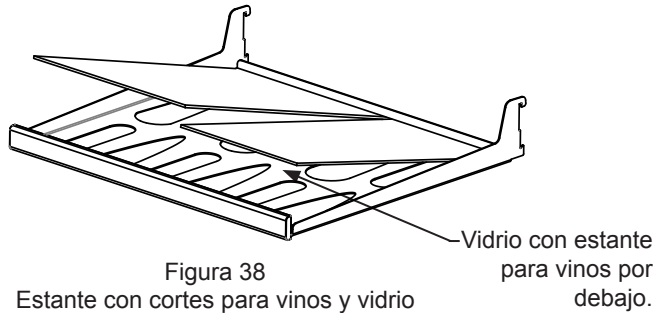

Figura 38
(2) estante en voladizo con vidrio plano y cortes para vinos (vea la Figura 38).
(1) estante en voladizo con vidrio plano y cortes para vinos (vea la Figura 38).